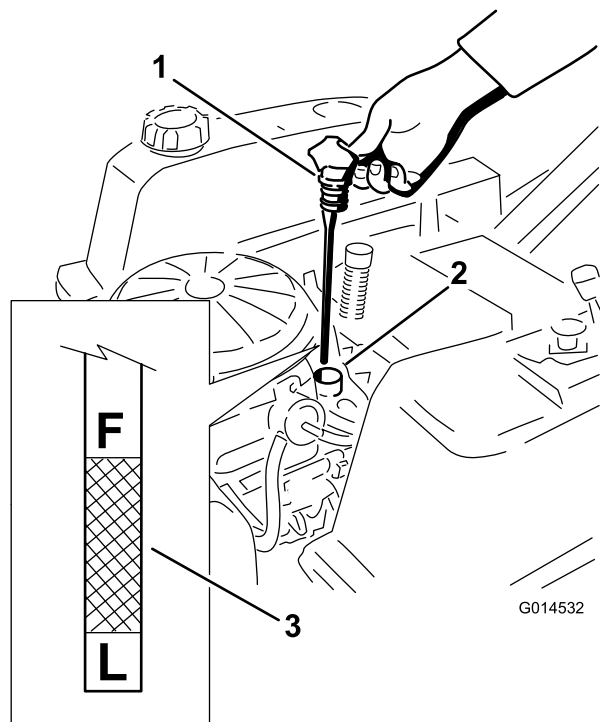

Figura 30
4. Retire el tapón de llenado/varilla de aceite y límpielo. Vuelva a colocar la varilla y empuje firmemente para asentarla en su lugar (Figura 30).
5. Retire la varilla y compruebe el nivel de aceite. (Figura 30).
- Gire la válvula de vaciado 1/4 de vuelta en el sentido contrario a las agujas del reloj para abrirla y dejar que el aceite se drene (Figura 32). Retire el tapón de llenado/varilla (Figura 30).
- Vierta lentamente un 80% aproximadamente de la cantidad especificada de aceite por el tubo de llenado (Figura 30).
- Coloque firmemente el tapón de llenado/varilla (Figura 30).
- Compruebe el nivel de aceite (Figura 30); consulte Verificación del nivel de aceite.